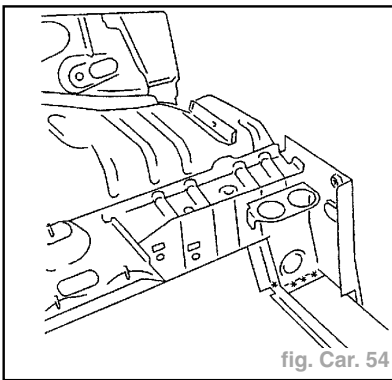

fig. Car. 54
- Dégraffer les points à l'aide d'une fraise de diamètre = **8 mm** (fig. Car. 54).